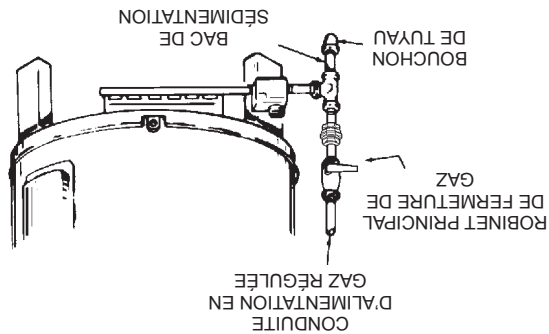

FIGURE 21.
Pour piéger toute poussière ou corps étrangers dans la conduite d'alimentation en gaz, un bac de sédimentation doit être incorporé dans la tuyauterie (voir Figure 21). Le bac de sédimentation doit être facilement accessible et ne pas être susceptible d'être soumis à des conditions de gel. Installer le bac conformément aux recommandations du fournisseur de gaz. Consulter également la version la plus récente du National Fuel Gas Code.
1. Pour les pressions d'essais supérieures à 3,45 kPa (1/2 lb/po²), déconnecter le chauffe-eau et son robinet d'arrêt de gaz principal du système de tuyauterie d'alimentation en gaz pendant les tests, voir la Figure 21. La conduite d'alimentation en gaz doit être bouchée lorsqu'elle est déconnectée du chauffe-eau.